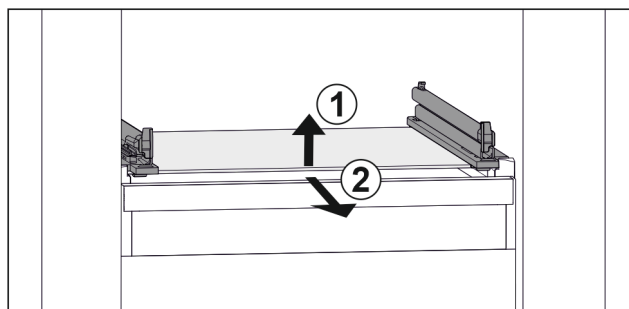

Fig. 102 Representación de la placa de vidrio a modo de ejemplo
- ▶ Levante la placa de vidrio por delante. Fig. 102 (1)
- ▶ Retire la placa de vidrio hacia delante. Fig. 102 (2)